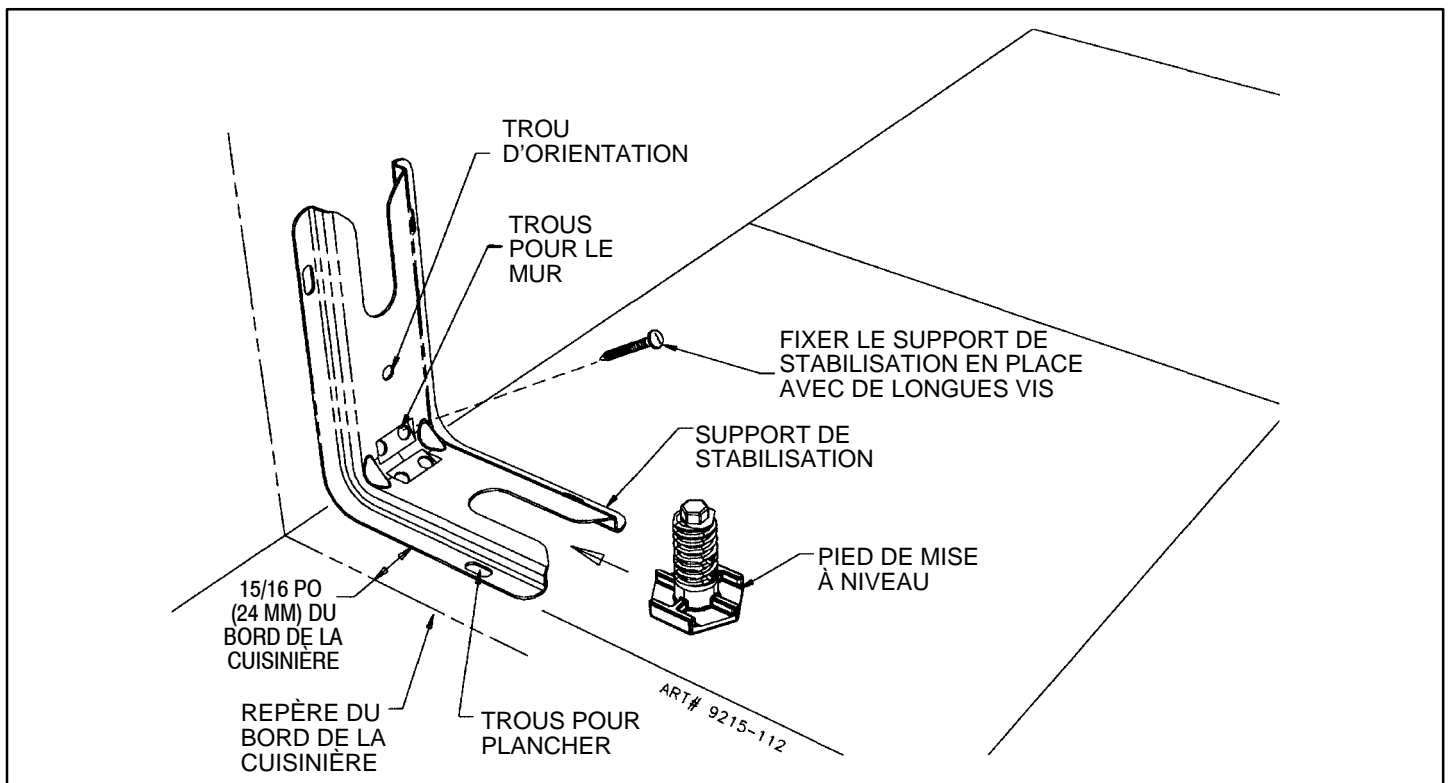
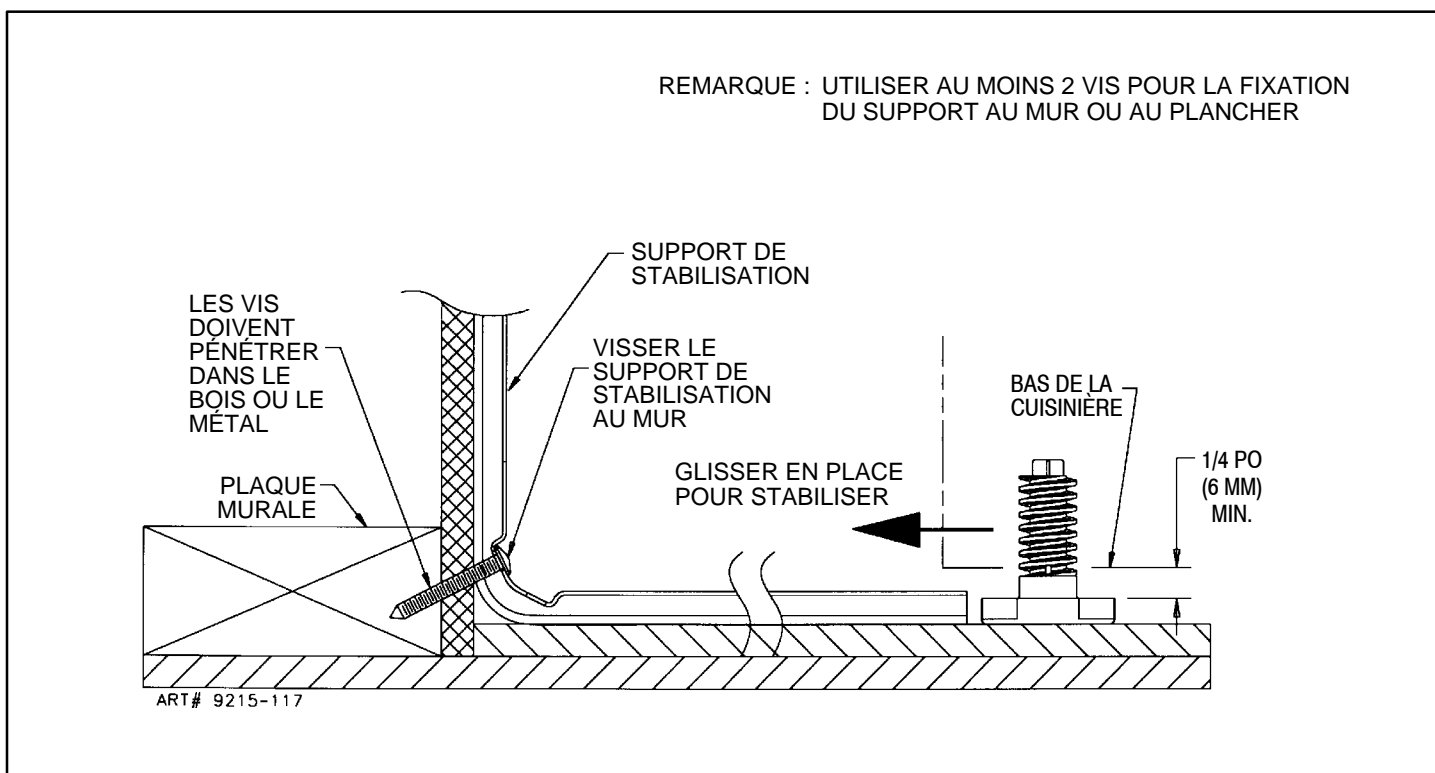

FIGURE 3
FIGURE 4
## ÉTAPE 1 - Emplacement du support de stabilisation (voir figure 3).
- Placer le **SUPPORT** à 15/16 po (24 mm) de la marque du « **BORD** » en allant vers le centre de l'ouverture et contre le mur arrière tel qu'indiqué à la figure 3, le trou d'orientation étant contre le mur.
- Utiliser le support comme gabarit et marquer l'emplacement des trous pour le type de matériau sur lequel le support doit être fixé, tel qu'indiqué à la figure 3.
- Plancher** : Déterminer le centre des deux trous identifiés par « **TROUS POUR PLANCHER** » à la figure 3. Percer un trou de positionnement de 1/8 po (3 mm) au centre de chaque trou (un clou ou un poinçon peut également être utilisé si une perceuse n'est pas disponible). Fixer le support de **STABILISATION** au plancher à l'aide des deux vis fournies. Passer à l'ÉTAPE 3.
- Mur** : Déterminer le centre des deux trous identifiés par « **TROUS POUR MUR** » à la figure 3. Percer un trou de positionnement de 1/8 po (3 mm) au centre de chaque trou (un clou ou un poinçon peut également être utilisé si une perceuse n'est pas disponible) tel qu'indiqué à la figure 4. Fixer le support de **STABILISATION** au mur à l'aide des deux vis fournies tel qu'indiqué à la figure 4. Passer à l'ÉTAPE 3.
- On trouve des vis convenant au ciment ou au béton dans les quincailleries. Percer les trous de positionnement de la grandeur correspondante à celle des vis obtenues en quincaillerie au centre des trous identifiés « **TROUS POUR PLANCHER** » à la figure 3. Fixer le support de **STABILISATION** au plancher. Passer à l'ÉTAPE 3.
- B. Placer la cuisinière de façon à ce qu'elle puisse entrer dans l'ouverture et la pousser en place. Remarque : un dégagement minimum de 1/4 po (6 mm) est exigé entre la cuisinière et le pied de mise à niveau qui va s'insérer dans le support de STABILISATION (voir figure 4).